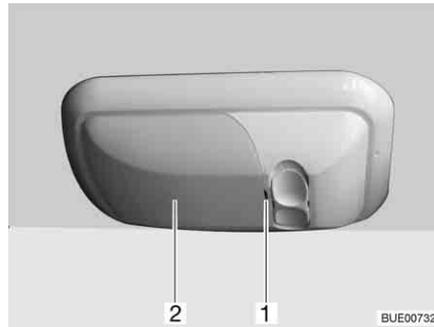

Fig. 273 Lámpara de garaje
- Sacar la tapa (Fig. 273,2) con cuidado, haciendo palanca en la muesca (Fig. 273,1) con una herramienta apropiada (p. ej. destornillador) y retirarla.